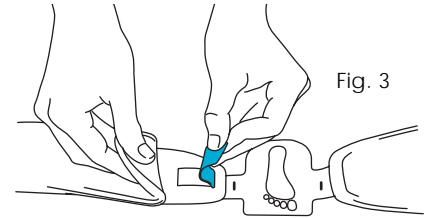

Fig. 3
- Peel up heel straps and adjust heelpad width for a snug fit (Fig. 3).